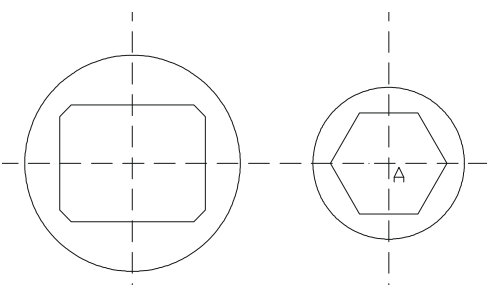

图 4-2-3
STEP 04 使用 CIRCLE 和 PLOYGON 命令绘制扳手右侧圆和多边形，如图 4-2-3 所示。其具体操作如下：
指定圆的圆心或 [三点(3P)/两点(2P)/相切、相切、半径(T)]：捕捉 A 点，如图 4-2-3 所示
指定正多边形的中心点或 [边(E)]：捕捉 A 点，如图 4-2-3 所示